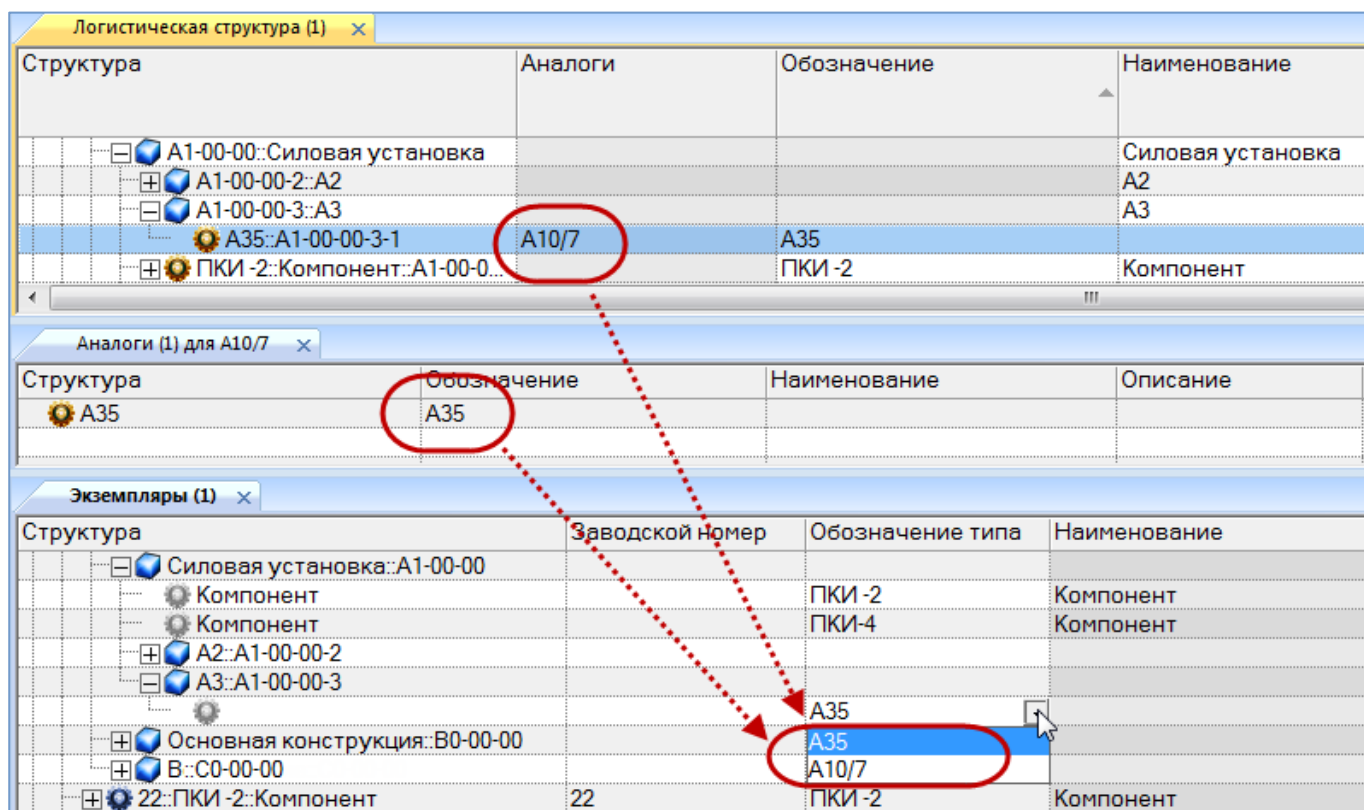

Рис. 20-14 – Рабочее окно «Экземпляры»
8) При установке экземпляра компонента, у которого есть аналог, в выпадающем списке поля «Обозначение типа» выбрать необходимое наименование, например, наименование аналога (рис. 20-14).